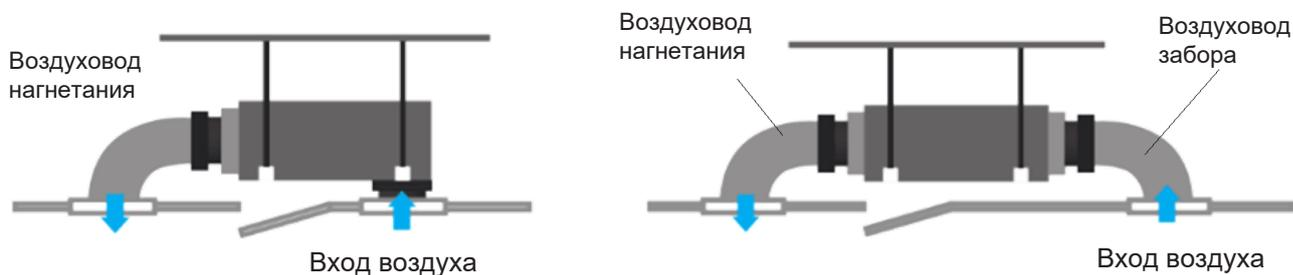

Рис.2.17
- Для равномерного кондиционирования помещения к блоку подключаются воздуховоды забора и нагнетания воздуха (рис.2.17). Длина и параметры воздуховодов рассчитываются с учетом статического напора вентилятора внутреннего блока (см. табл.1.3 и табл.1.5)